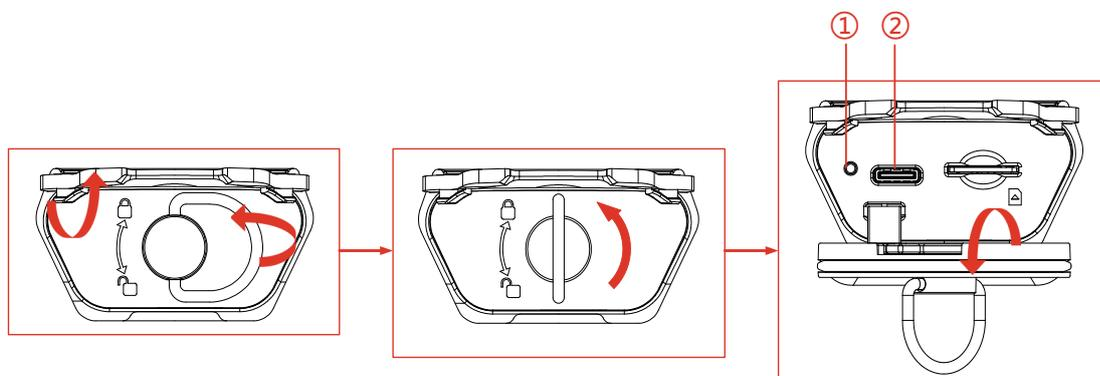

Figura 3-3 Interfaccia Type-C scoperta
1. Collegare la termocamera al PC con il cavo da USB-A a USB-C in dotazione. Consultare l'interfaccia in Figura 3-3 per istruzioni.